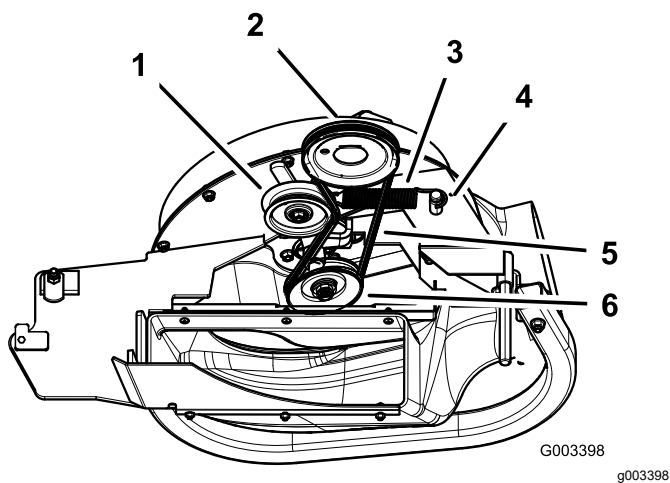

Figura 42
3. Tire hacia atrás de la polea tensora tensada con muelle para aliviar la tensión de la correa (Figura 42).
5. Instale la correa nueva alrededor de las poleas del soplador y de la polea de la carcasa de corte (Figura 42).
7. Tire hacia atrás de la polea tensada con muelle e instale la correa en la polea (Figura 42).